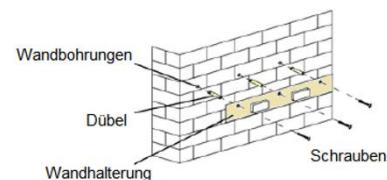

Fig. 1
2. Praticare nella parete tre fori (v. fig. 1).